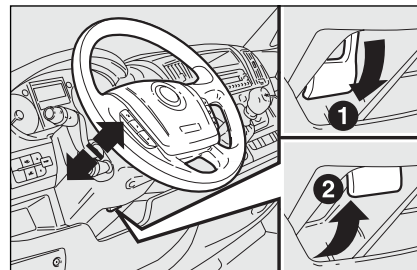

fig. 37
- ontgrendel de hendel **fig. 37** door hem naar het stuur te trekken (stand 2);